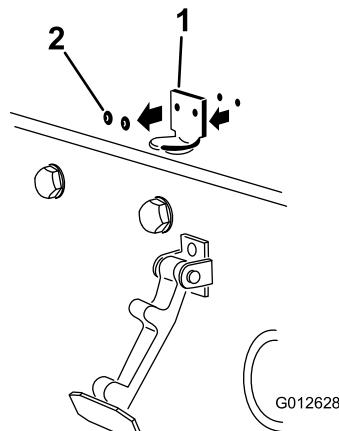

Figura 32
- Retire los 2 remaches que sujetan el cerradero del capó al capó (Figura 32). Retire el cerradero del capó.